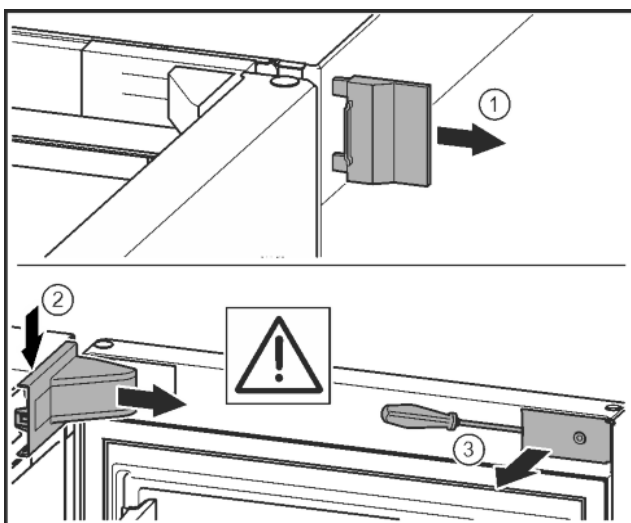

Fig. 11\*
- ▶ Sejměte vnější kryt.\* Fig. 11 (1)
- ▶ Odjistěte a uvolněte kryt stojanu ložiska. Sejměte kryt stojanu ložiska.\* Fig. 11 (2)
- ▶ Plochým šroubovákem odjistěte lištu a otočte ke straně.\* Fig. 11 (3)